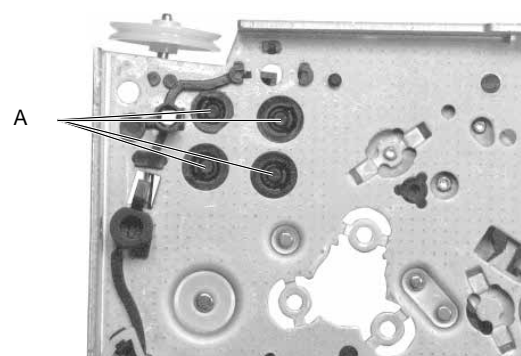

Fig. 16
- Von unten die vier Sicherungsbolzen (A, Fig. 16) herausdrücken und Motorhalter abnehmen.
- Push out the four securing bolts (A, Fig. 16) from the bottom and remove the motor holder.